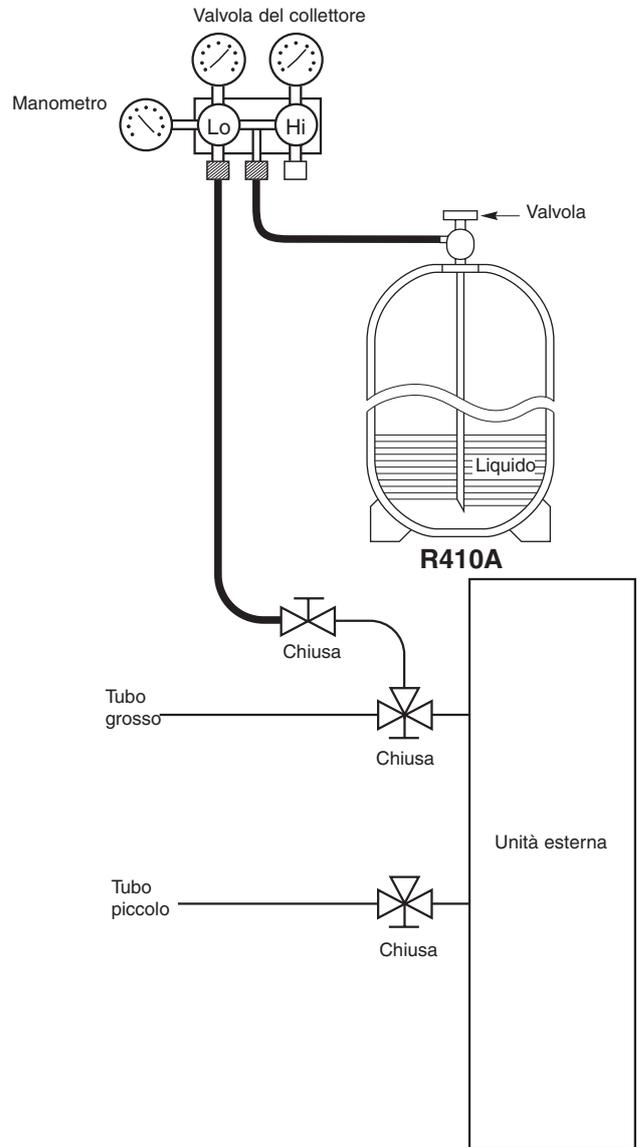

Fig. 8-5
- Caricare il refrigerante aggiuntivo (calcolato in base alla lunghezza totale della tubazione piccola come illustrato nella Sezione “Carica di refrigerante aggiuntivo”) usando la valvola di servizio del tubo piccolo. (fig. 8-5).